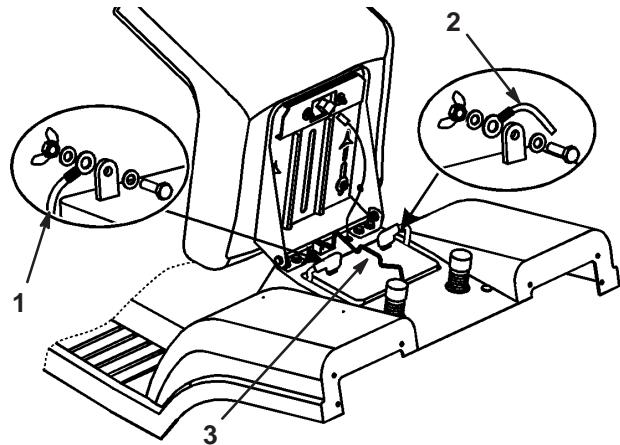

Figure 27
7. Débranchez le câble négatif (noir) de mise à la masse de la borne de la batterie (Fig. 27).
9. Débranchez le câble positif (rouge) de la borne de la batterie (Fig. 27).
10. Enlevez la tige de maintien de la batterie (Fig. 27).
1. Placez la batterie sur le châssis, en dirigeant les bornes vers l'avant de la machine (Fig. 27).
2. Fixez la batterie au châssis à l'aide de la tige de maintien (Fig. 27).
3. Connectez le câble positif (rouge) à la borne positive (+) de la batterie à l'aide du boulon et de l'écrou papillon (Fig. 27). Glissez le capuchon de caoutchouc sur la borne de la batterie.
4. Connectez le câble négatif (noir) à la borne négative (-) de la batterie à l'aide du boulon et de l'écrou papillon (Fig. 27). Glissez le capuchon de caoutchouc sur la borne de la batterie.